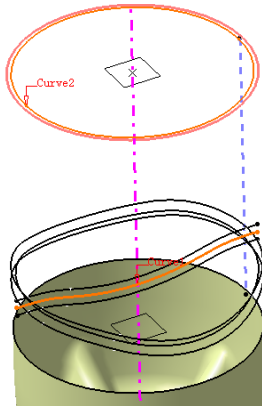

图 4-443
③ 重复步骤①的操作, 在弹出的如图 4-443 所示对话框中的 Curve1 文本框中输入 Circle.1, 在 Curve2 文本框中输入 Parallel.2, 单击 OK 按钮完成第三条相贯线的创建。生成的 3 条相贯线如图 4-444 所示。